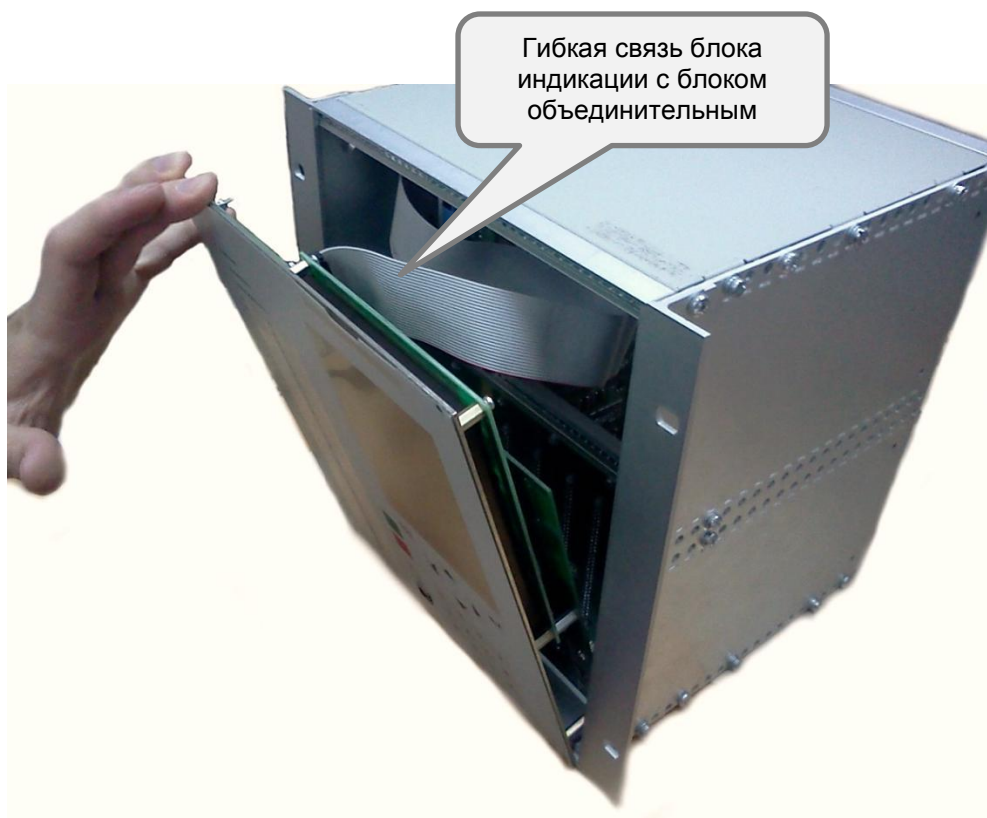

Рисунок 11 – Извлечение блока индикации из терминала
4.4.2.2 Аккуратно разъединить гибкую связь блока с объединительной платой (см. рисунок 11).